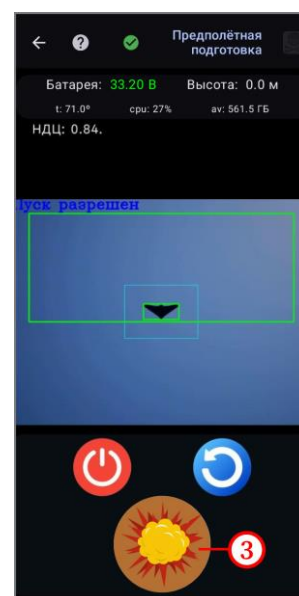

Рисунок 48
- выполнить подрыв БЧ по нажатию кнопки  (рисунок 48, шаг 3).